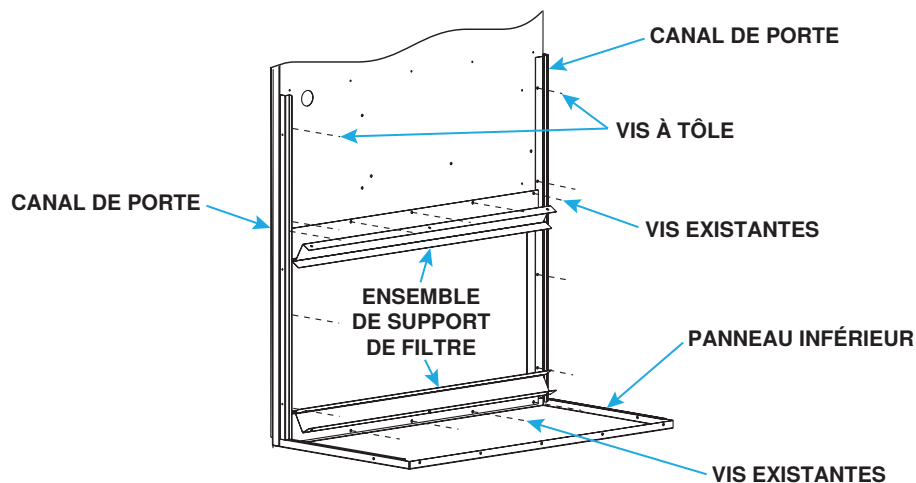

Figure 9. Installer les ensembles de panneau inférieur et de support de filtre
2. Installez deux canaux de porte, deux ensembles de support de filtre et le panneau inférieur tel qu'illustré à la **Figure 9** :